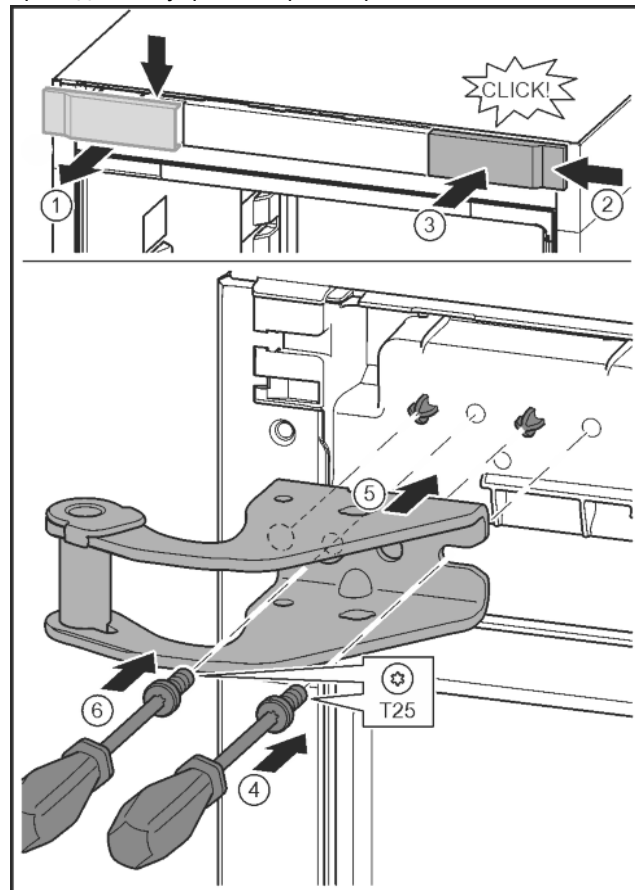

Fig. 13
- ▶ Отпустить крышку и снять боку. Fig. 13 (1)
- ▶ Навесить крышку, повернув ее на 180°, справа с другой стороны. Fig. 13 (2)
- ▶ Крышку зафиксировать. Fig. 13 (3)
- ▶ Установить винт отверткой T25. Fig. 13 (4)
- ▶ Установить верхний опорный кронштейн. Fig. 13 (5)
- ▶ Затянуть винт. Fig. 13 (4)
- ▶ Вставить и затянуть винт отверткой T25. Fig. 13 (6)